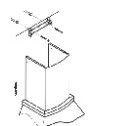

рис. 7
- приложите кронштейн к стене, как показано на (рис. 7). Осевая линия кронштейна должна совпадать с осевой линией вытяжки, а верхний край с ранее проведенной горизонтальной линией
- сделайте отметку по верхнему краю фальштрубы и проведите горизонтальную линию рис. 7 (фальштрубу опустите внутрь вытяжки);